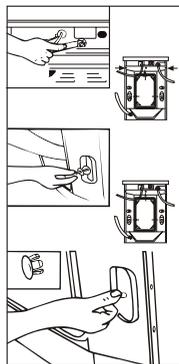

图 3
● 卸包装螺栓如图3所示
2. 将进水管接头四个螺钉松至可套在水龙头上为止,然后将进水管接头套在水龙头上,如图2。如果水龙头口径偏大,进水管接头套不上,则松开四个螺钉,取下衬套,如图3。